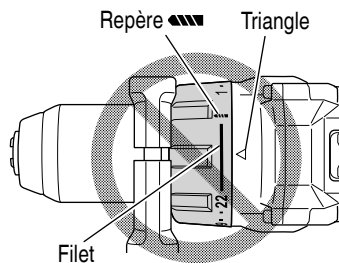

Fig. 16
- N'utilisez pas l'outil avec le sélecteur de débrayage positionné entre le chiffre "22" et la ligne au centre du symbole du foret "", vous risqueriez de l'endommager (Voir Fig. 16).